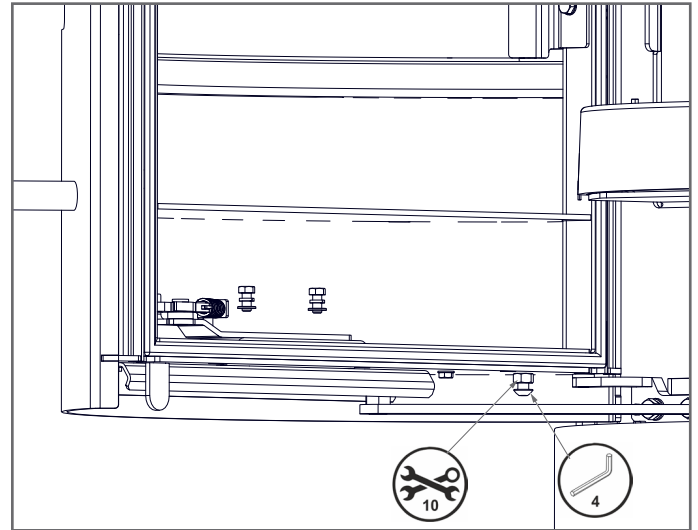

Abb.:4.1
- Innensechskantschraube (SW 4) lösen und herausdrehen. Kontermutter (SW 10) entfernen. (Abb.:4.1)